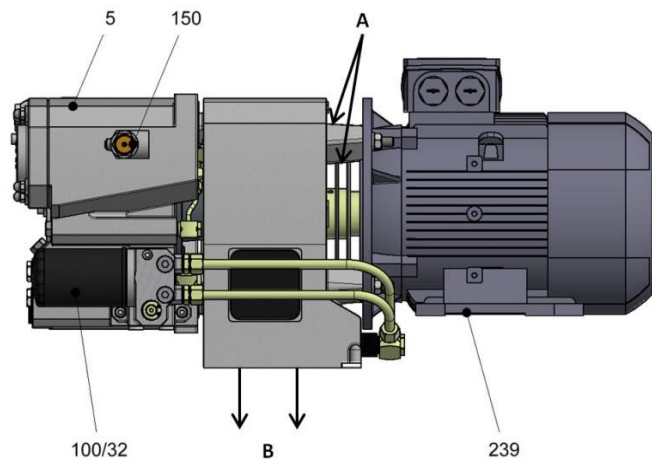

Fig. 7 : Air de refroidissement
4.3.3 Vanne de pression minimale (Fig. 7 : Pos. 150)
4.3.4 Moteur électrique (Fig. 7 : Pos. 239)